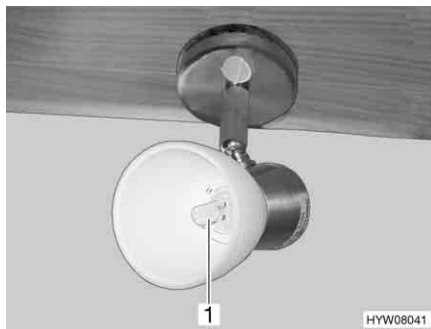

Fig. 119 Faretto alogeno
- Togliere la lampada alogena ad incandescenza (Fig. 119,1) dal supporto, tirandola in avanti.